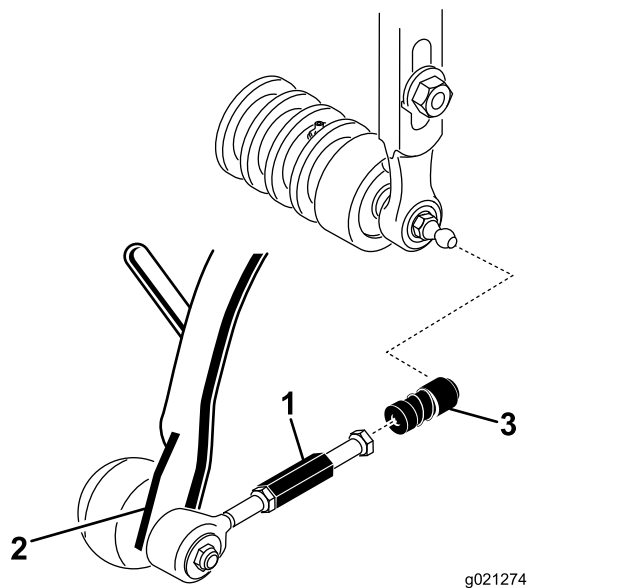

Figura 10
3. Faça deslizar a manga para a junta esférica e engate o recetor na junta esférica da unidade de corte (**Figura 10**).